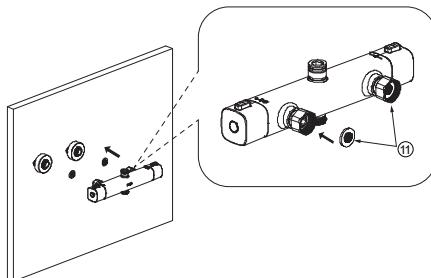
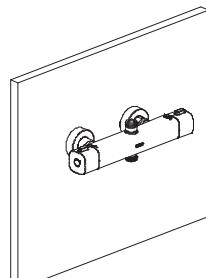

Figura 4
Figura 5
- b) Introduzca la arandela de goma del filtro ⑪ dentro de la entrada de la barra de ducha termostática ⑨ (Figura 4). Conecte la barra de ducha termostática en los conectores curvos (Figura 5). El lado izquierdo es de agua caliente y el derecho de agua fría.